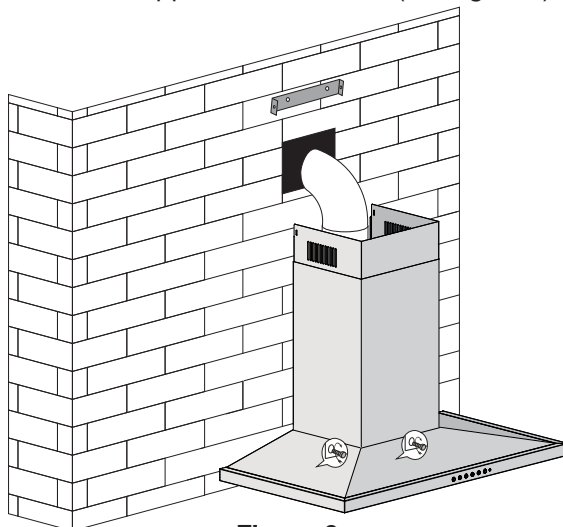

Figure 6
- Branchez le tuyau d'expansion à l'extérieur (voir figure 6).
- Fixez le corps avec des vis de sécurité, en utilisant des trous prépercés (6 mm/0,2 po) situés sur le boîtier arrière (voir figure 6).